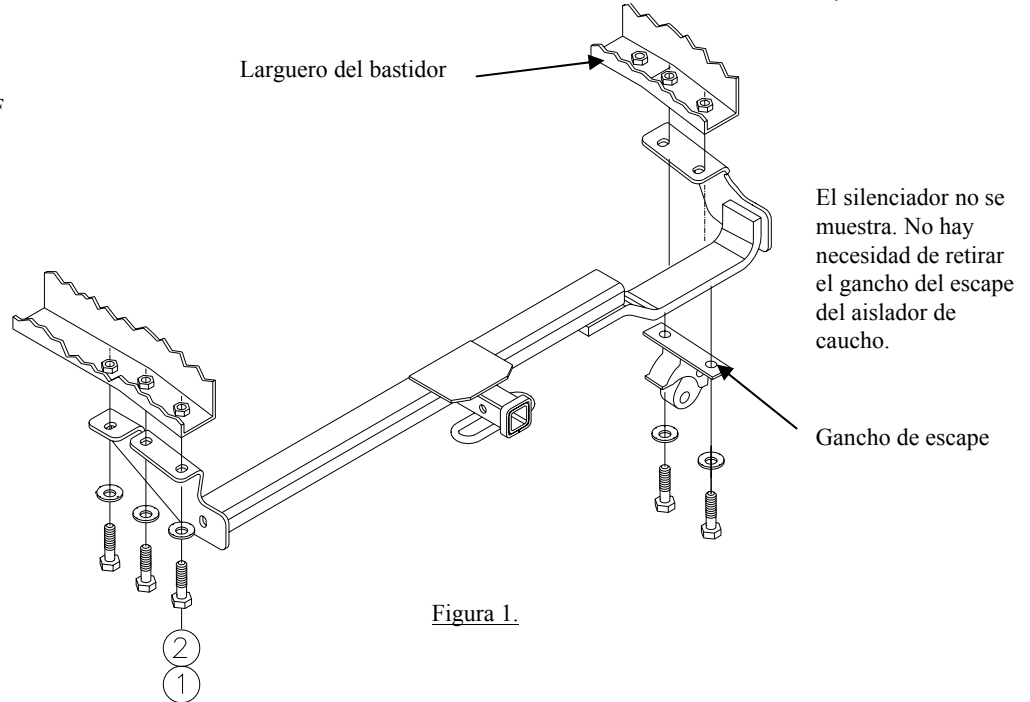

Figura 1.
3. Levante el enganche a su posición e instale (5) pernos de 10mm y arandelas cónicas dentadas como se muestra en la Figura 1. Instale los pernos y las arandelas cónicas dentadas a través del soporte del gancho de escape y el soporte del enganche en el larguero del bastidor del costado del pasajero como se muestra en la Figura 1.